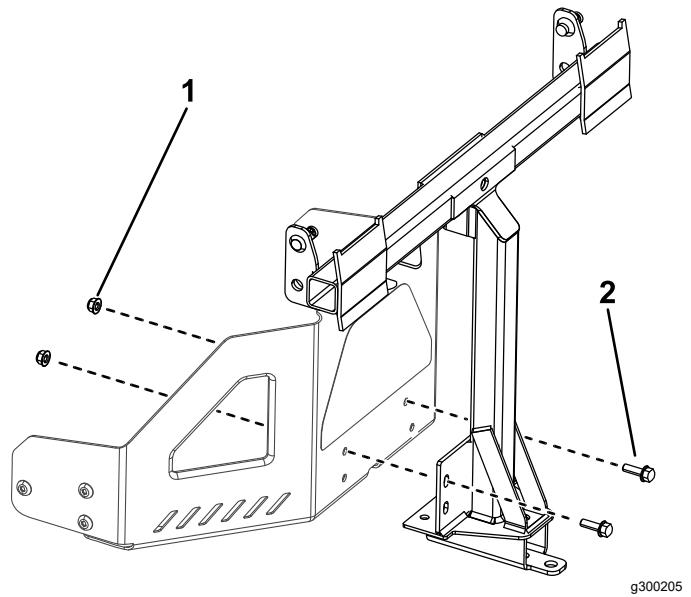

図6
- ピボットフレームを機体フレームに、図6のように取り付ける。ピボットフレームを固定するボルト 5/16 x 1" 2本とロックナット 5/16" 2個を使用する。